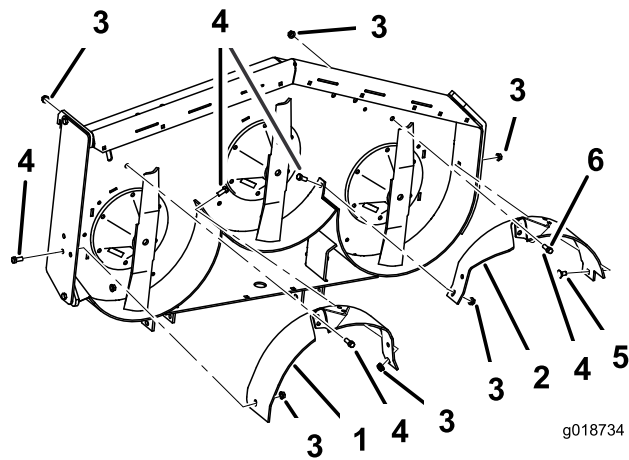

Figura 6
2. Montate, senza serrarlo, il deflettore destro sul piatto di taglio con 2 bulloni (3/8 x 7/8 poll.) e 2 dadi flangiati (3/8 poll.) (Figura 6).
3. Montate, senza serrarlo, il deflettore destro sulla piastra di scarico con un bullone (3/8 x 7/8 poll.) e un dado flangiato (3/8 poll.) (Figura 6).
5. Montate, senza serrarlo, il deflettore sinistro sul piatto di taglio con 2 bulloni (3/8 x 7/8 poll.) e 2 dadi flangiati (3/8 poll.) (Figura 6).